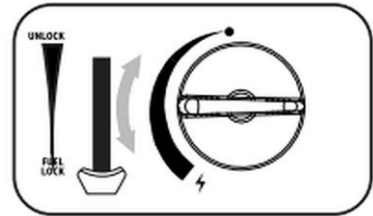

Рис. 10
3. Після запалювання пальника встановити поворотний регулятор (17) у потрібне положення. (Рис. 10)